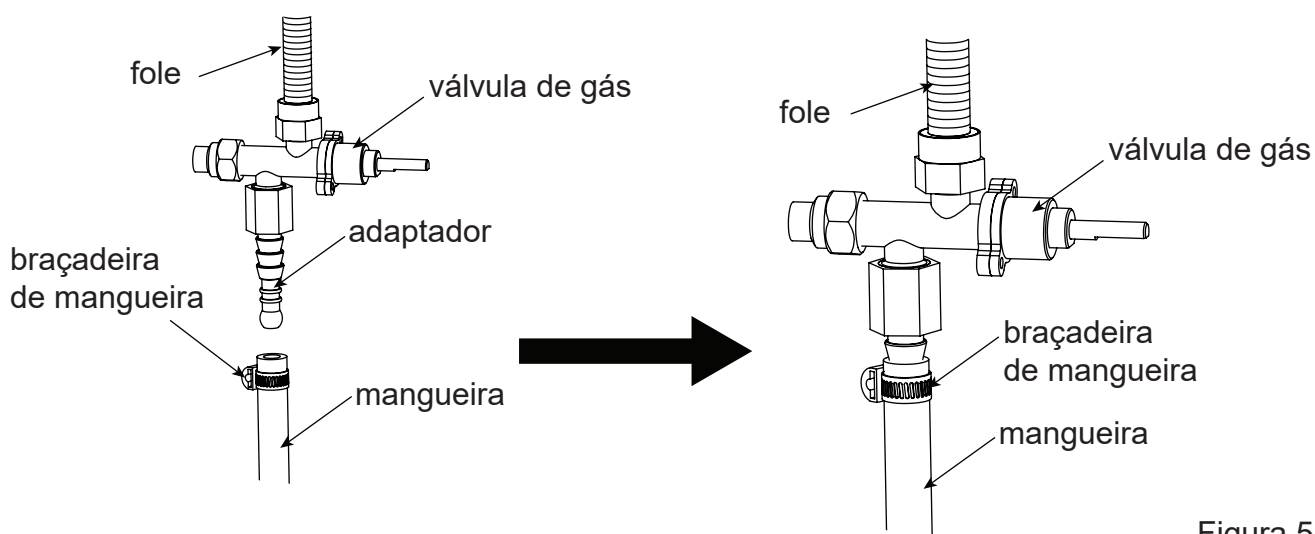

Figura 5
6. ° Prepare a mangueira e a braçadeira, ligue o adaptador à mangueira e aperte com a braçadeira (ver Figura 5).